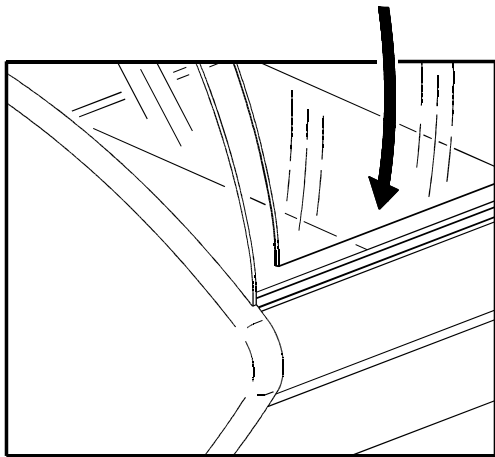

FIG. 10
- Posizionare il cristallo frontale nell'apposita sede (FIG. 10 pag. 3).
- Put the front glass in the proper housing (FIG.10 page 3)